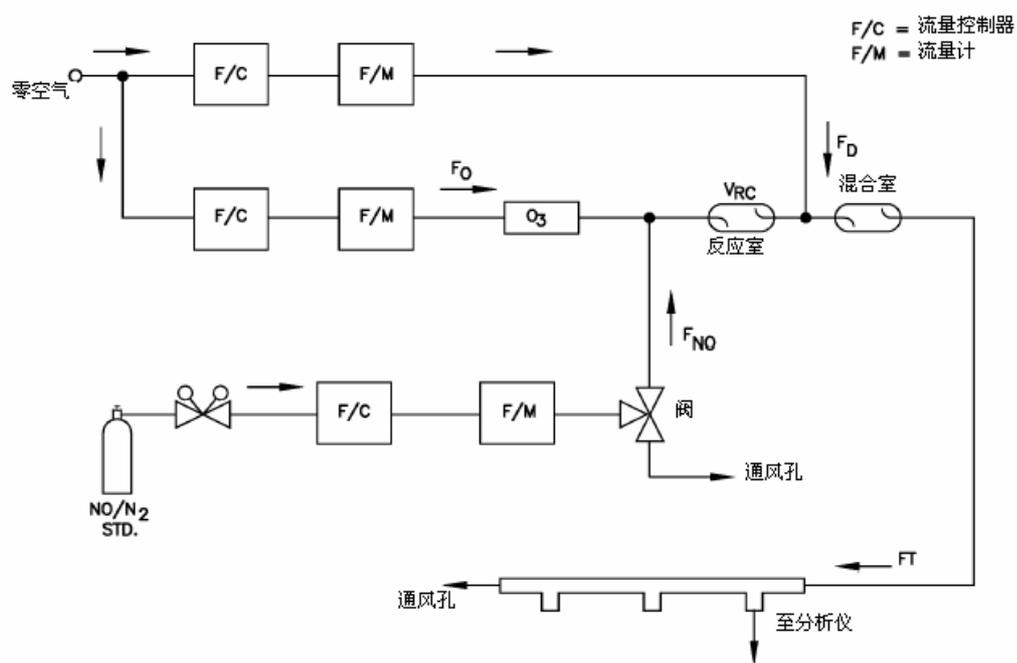

图 4-1 气相滴定器系统
气相滴定器 (GPT)，例如热电公司的 146 型系列多气体校准系统，用于从 NO 浓度生成 NO2 浓度。图 4-1 显示了建议采用的气相滴定装置零件布局。
1. 装配一个如图 4-1 所示的动态校准系统。